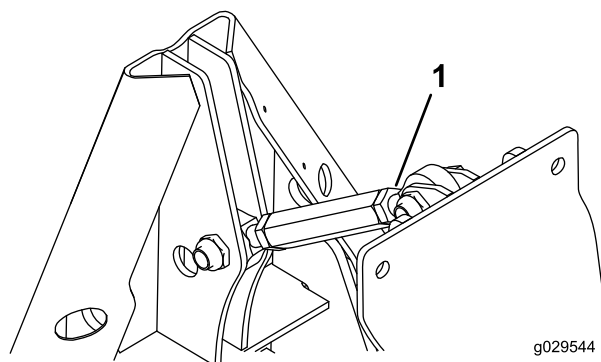

Рисунок 34
1. Ослабьте зажимные гайки на резьбовой тяге (Рисунок 34).
2. Поворачивайте шестигранную трубку до достижения нужного угла (Рисунок 34).
3. Затяните зажимные гайки для фиксации регулировки (Рисунок 34).